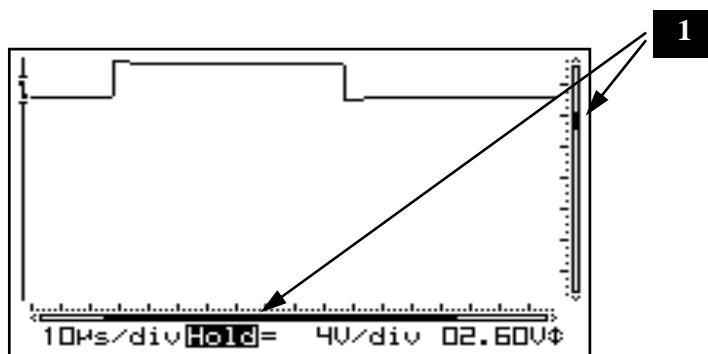

Fig 35
Due cursori (1) indicano la posizione del segnale sullo schermo (vedere fig. 35).